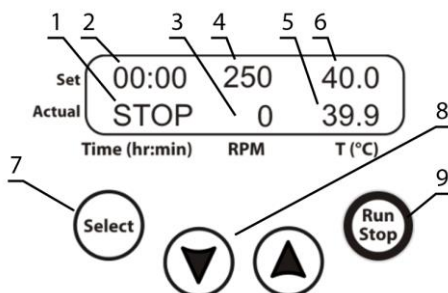

Рисунок 1. Панель управления
- В верхней строке **Set** – ранее установленные значения времени (рис. 1/2), скорости магнитного перемешивающего элемента (рис. 1/4) и температуры воды (рис. 1/6);
- В нижней строке **Actual** – время работы или индикация остановки (STOP, рис. 1/1), текущая скорость магнитного перемешивающего элемента (рис. 1/3) и текущая температура воды (рис. 1/5).
- 5.4 **Установка параметров.** Нажмите кнопку **Select** (рис. 1/7) для выбора изменяемого параметра. Каждое нажатие кнопки **Select** последовательно по кругу активирует параметры. Активный параметр мигает. Используйте кнопки **▼** и **▲** (рис. 1/8) для установки необходимого значения. Если нажать и удерживать кнопку дольше 2 с, значения меняются быстрее.
- 5.5 **Установка температуры.** Выберите и установите необходимую температуру в градусах Цельсия (**T (°C)**, рис. 1/6). Начнется нагрев. Текущие показания температуры отображаются в нижней строке дисплея (рис. 1/5).
- 5.6 **Установка скорости вращения магнитного элемента.** Выберите и установите скорость вращения в оборотах в минуту (**RPM**, рис. 1/4). Текущие показания отображаются в нижней строке дисплея (рис. 1/3).
- 5.7 **Установка времени.** Выберите и установите таймер, в часах и минутах (**Time (hr:min)**, рис. 1/2).
- 5.8 Нажмите кнопку **Run/Stop** (рис. 1/9) для начала отсчета установленного интервала времени (рис. 1/1).